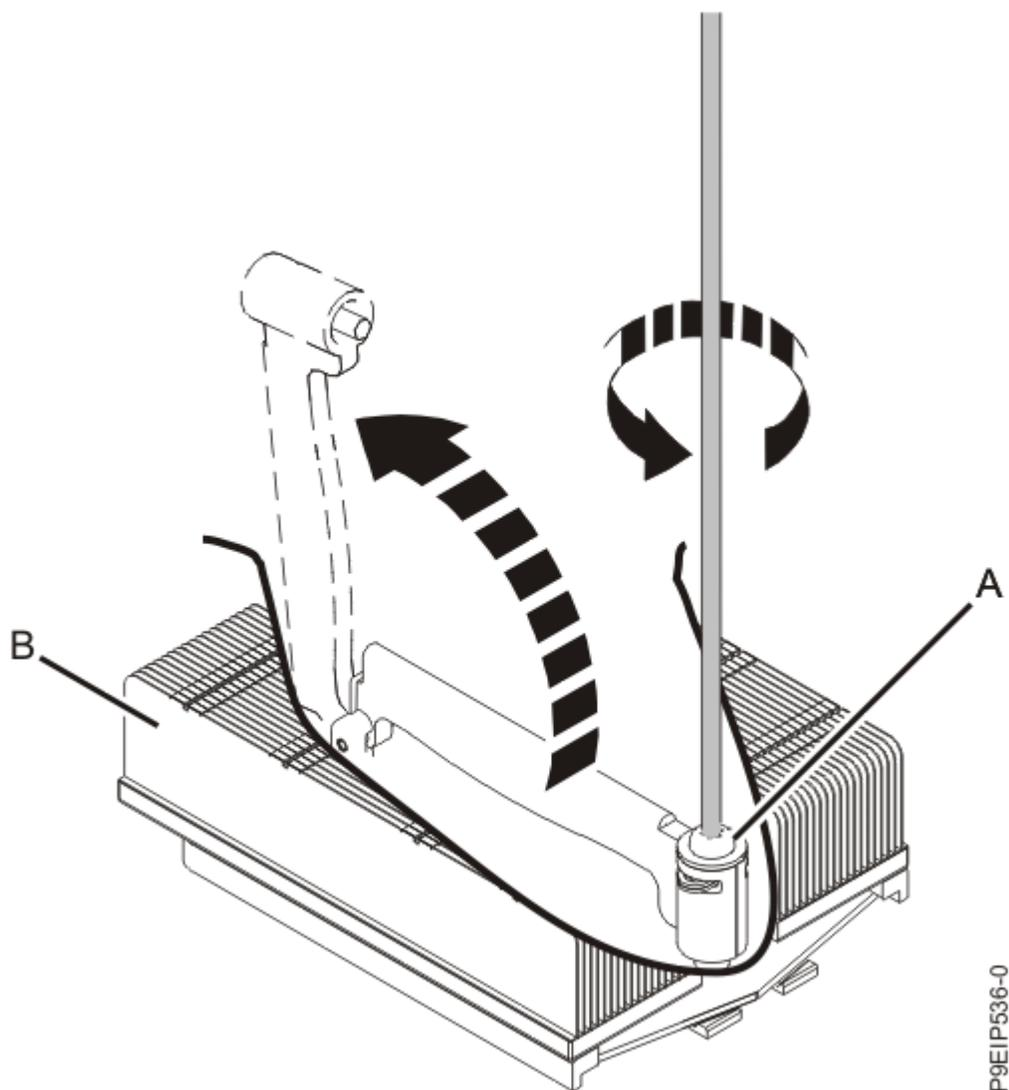

Figure 50. Desserrage de la vis du bras de chargement du dissipateur thermique
4. Desserrez la vis du bras de chargement **(A)** du dissipateur thermique du processeur système **(B)** que vous retirez avec un tournevis Phillips 3. Le bras de chargement pivote vers le haut, dans la direction indiquée dans la Figure 50, à la page 58.